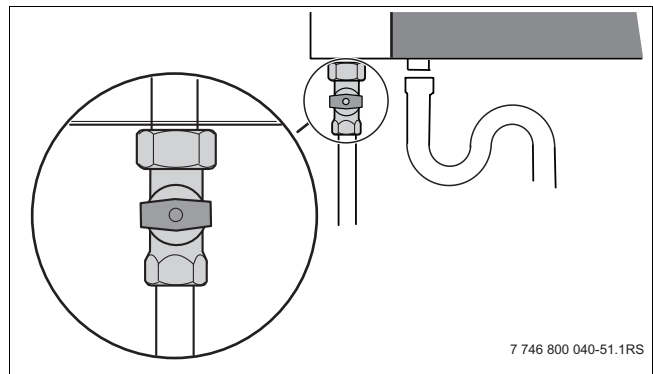

Fig. 60 Gaskraan gesloten
- Sluit de hoofdgaskraan of de gaskraan onder het cv-toestel (fig. 60).
- Sluit de gaskraan (fig. 60).